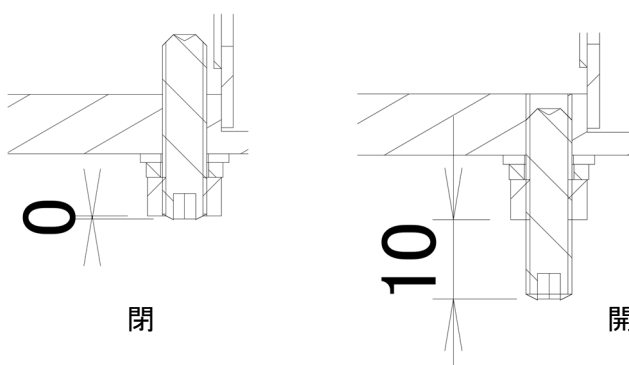

図 5-3
- ・ダンパー板(下)の開閉は止めネジの出代(図 5-3)が 0mm で閉、10mm で開になります。